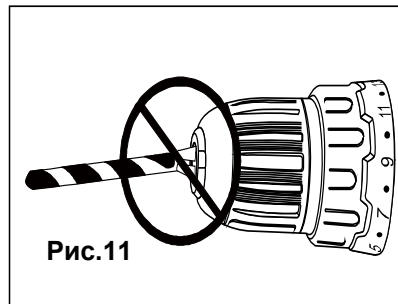

Рис.11
1. Поверните гильзу патрона (1) в направлении против часовой стрелки.
3. Поверните гильзу патрона (1) в направлении по часовой стрелке, пока губки патрона (2) не сойдутся равномерно и оснастка не будет надежно зажата (Рис. 11).